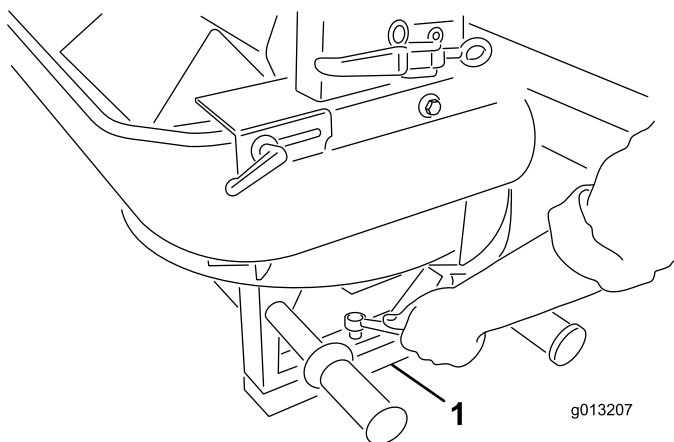

Рисунок 6
5. Удалите четыре винта, с помощью которых крепятся опоры двухдискового разбрасывателя. С помощью напарника поднимите двухдисковый разбрасыватель и удалите упаковочные шпильки и упаковочный пенопласт (Рисунок 6).